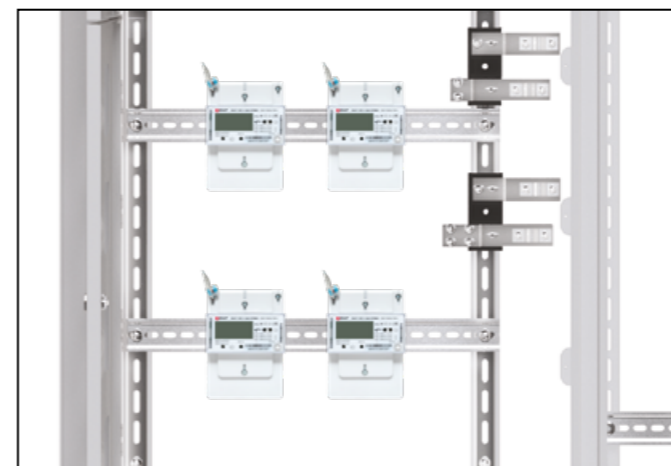
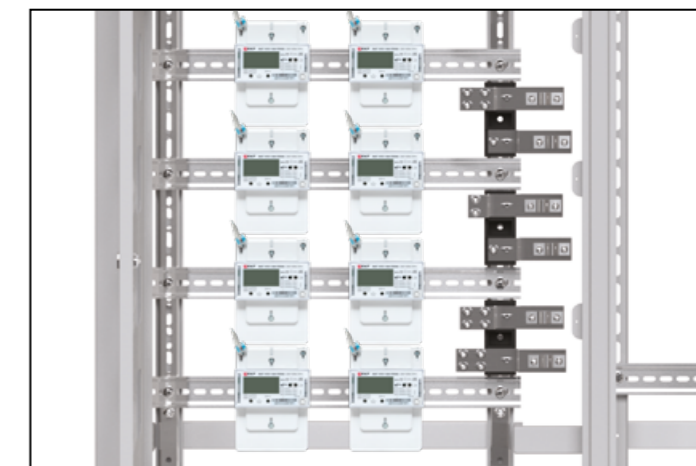

Рис. 1
Рис. 2
1.2. Установите счетчики на DIN-рейку в соответствии с рис. 1 (для ЩЭ-1, -2, -3, -4) или с рис. 2 (для ЩЭ-5, -6, -7, -8).